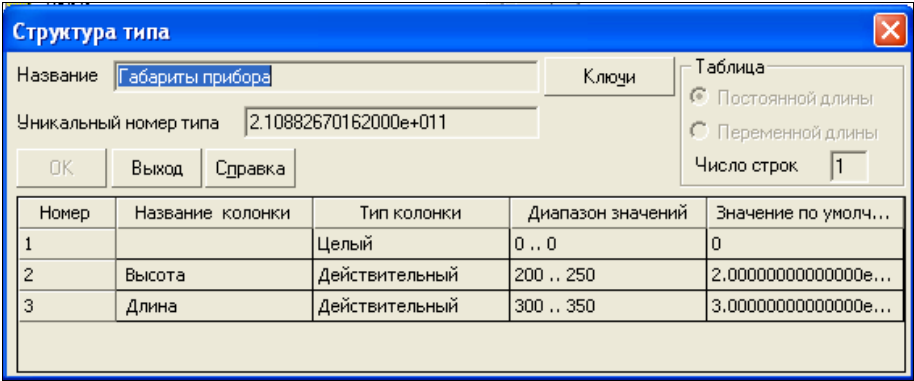

Рис. 27.4. Диалоговое окно Структура типа
- ◆ нажмите кнопку **ОК**. В окне появилась пиктограмма, соответствующая заданному типу атрибута, и его имя. На этом создание строкового или числового атрибута заканчивается. В случае создания табличного атрибута вы можете назначить прототип, нажав одноименную кнопку, или создать в диалоговом окне **Структура типа** (рис. 27.4) таблицу с размерами прибора. После формирования таблицы нажмите кнопку **ОК**.